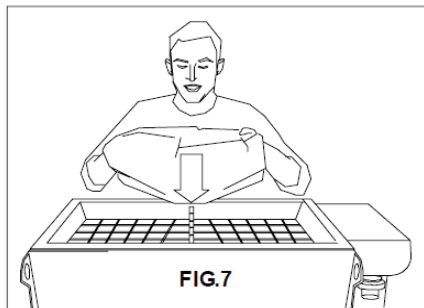

FIG.7
- Charger le matériau prémélangé sec. Prendre les sacs de matériau, les poser sur la grille brise-sacs (réf. 10, fig. 1), soulever les deux extrémités du sac jusqu'à ce qu'il se soit complètement vidé à l'intérieur de la trémie (fig. 7).